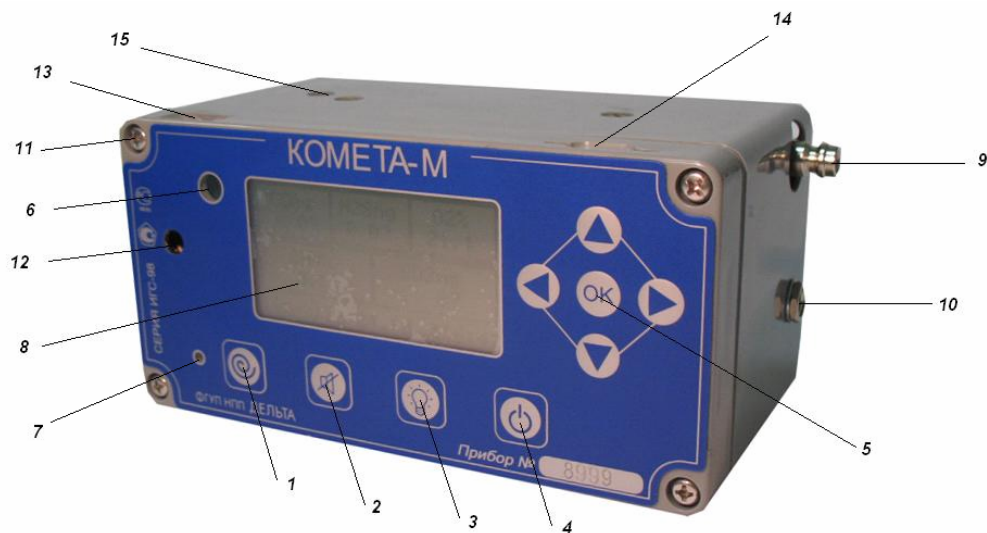

рис. 1. Внешний вид ГС с принудительной подачей газа.
1.4. ГС «КОМЕТА-М» выпускается в виде переносного прибора с системой принудительной подачи воздуха из труднодоступных мест через пробоотборные зонды с помощью встроенного микронасоса (см. рис. 1). Для экологического исполнения не предусмотрены пробоотборные устройства, и отбор пробы анализируемого воздуха производится только в месте расположения прибора. Технологические приборы имеют герметичную проходную камеру с входом и выходом. На стационарную модель «КОМЕТА-М-С» имеется отдельное руководство по эксплуатации.
2.2. На лицевой и боковых панелях базового исполнения ГС расположены (рис.1):